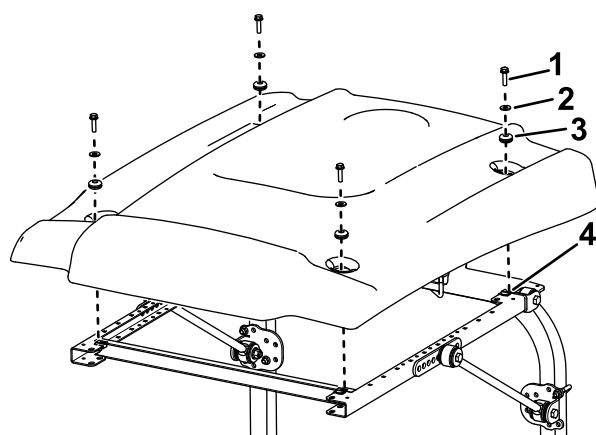

Figura 14
16. Ao alinhar os furos de montagem, posicione o toldo na estrutura como se mostra na Figura 14.
17. Monte, sem apertar completamente, cada canto do toldo na estrutura com um parafuso de cabeça flangeada ($\frac{5}{16}$ x 1 pol.), uma anilha pequena e um olhal (Figura 14).